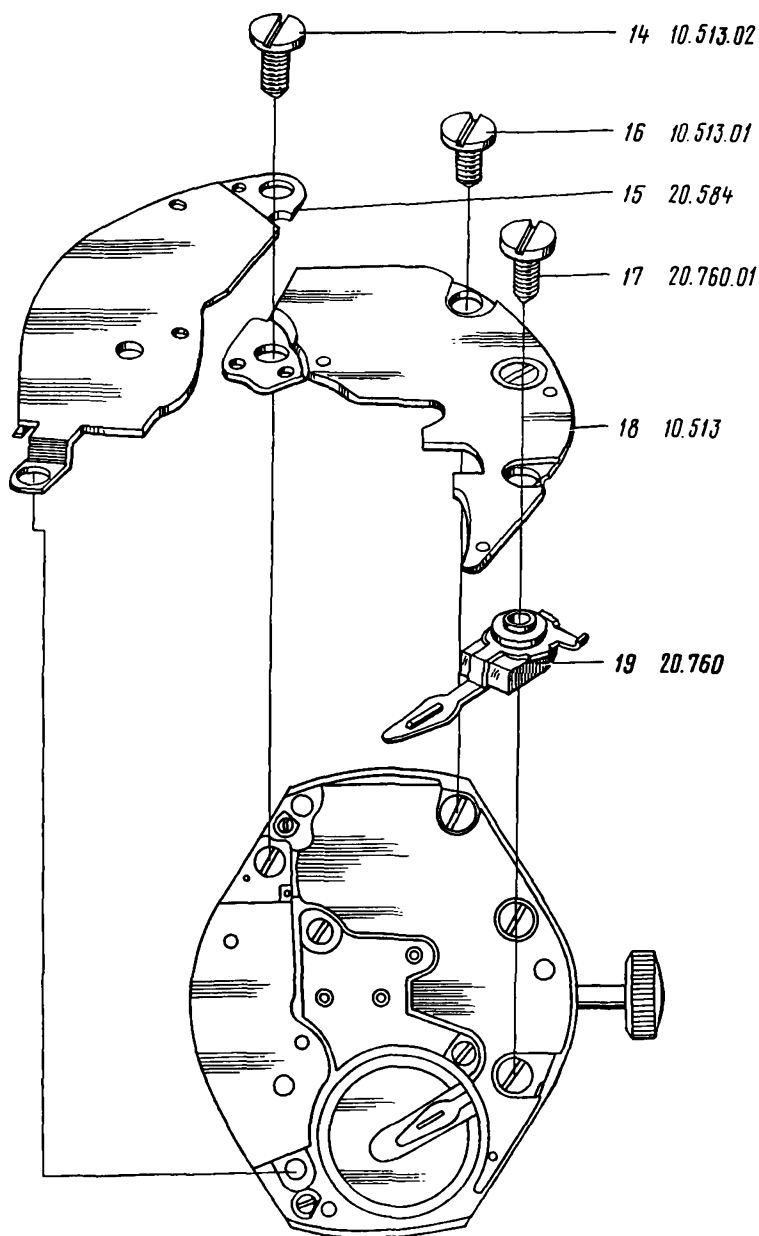

Рис. 97
18. Отвернуть и снять винт 14 крепления БКГ, экрана (рис. 97)